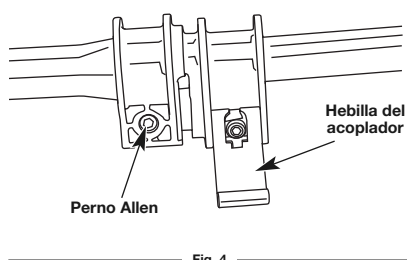

Fig. 4
4. Usando una llave Allen de 4 mm, apriete el perno superior Allen hasta que el acoplador esté seguro y no se mueva en la pluma superior (Fig. 4).